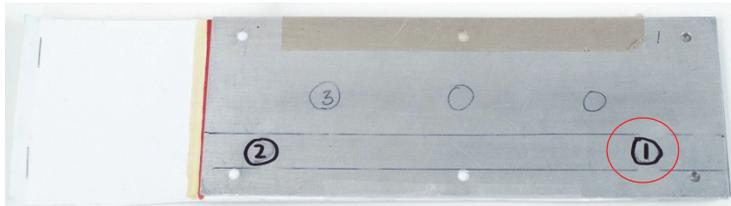

Figure 5-100 Position 1 du bloc étalon
3. Placez la sonde à la position 1 du bloc étalon (voir la Figure 5-100 à la page 213), et puis, tout en pressant fermement la sonde sur le bloc étalon, appuyez sur la touche A-LIFT NULL (  ).